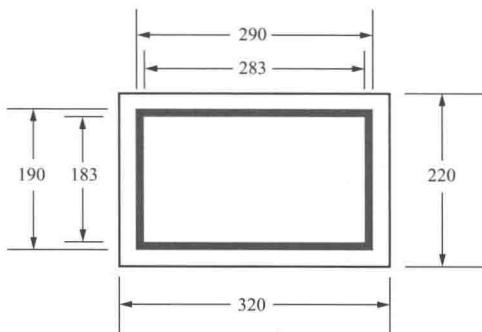

图 1-7 隔离开关标志牌尺寸参考类型（一）
(1) 变电站隔离开关标志牌基本图形为长方形，衬底色为白色，边框为红色，标志内容为红色，字体为黑体字。字号可根据标志牌尺寸、字数适当调整。
(2) 隔离开关标志牌尺寸参考类型（一）如图 1-7 所示。